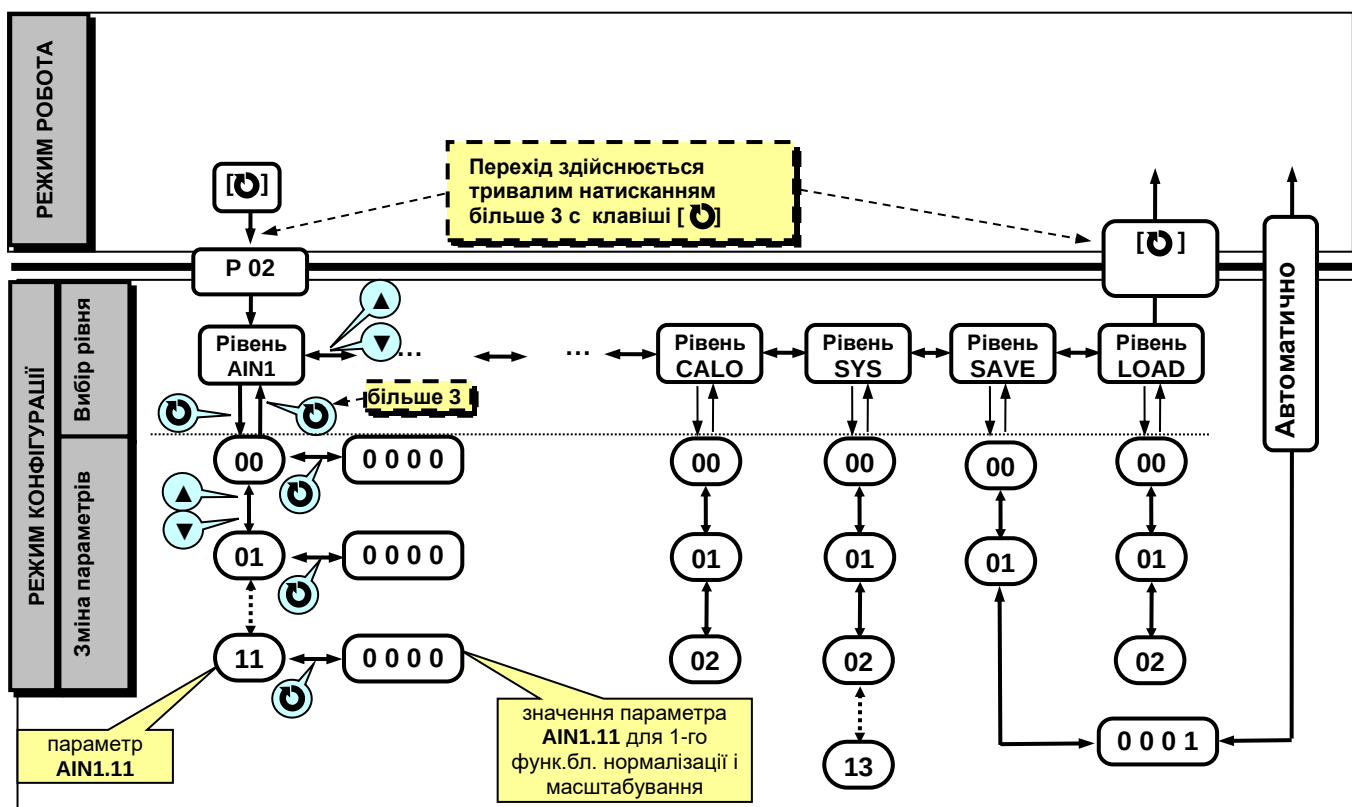

Рисунок 4.2 - Діаграма режиму конфігурації та налаштування
- Параметри, що використовуються в індикаторі ITM-112, згруповані в рівні та представлені на діаграмі (рисунок 4.2).